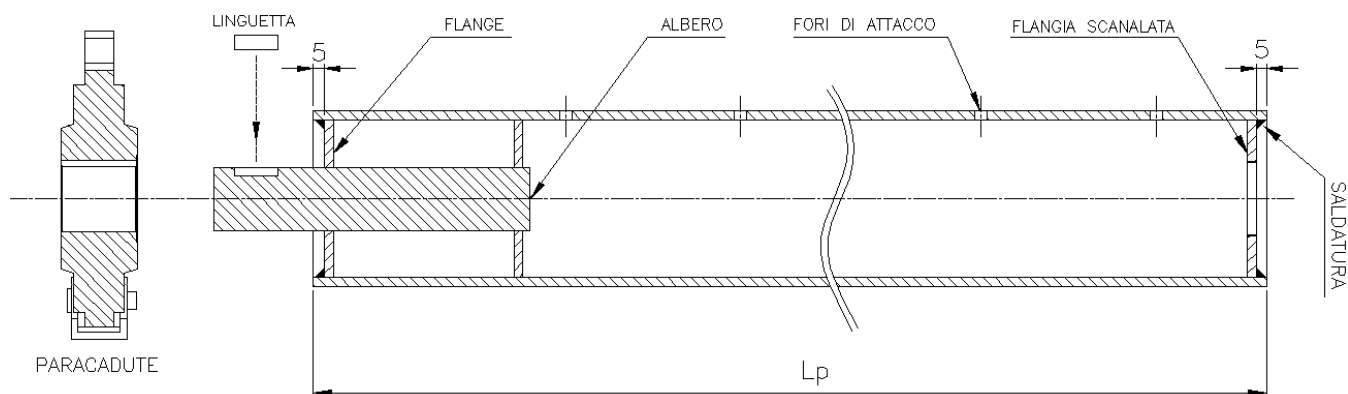

Fig. 2
After cutting the tube to the previously determined length, make the threaded holes on the axis necessary for affixing the shutter. Insert the flanged shaft inside the tube and proceed with the welding of the flange as shown in Figure 2 (parachute side); Insert the grooved flange on the motor side and weld the tube.
Après avoir coupé le tube à la longueur déterminée au préalable, réaliser les trous filetés sur l'axe nécessaire pour la fixation du volet. Insérer l'arbre à bride à l'intérieur du tube et procéder à la soudure de la bride comme le montre la figure 2 (côté antichute). Insérer la bride rainurée sur le côté moteur et la souder au tube.
ES- REGULACIÓN DEL FIN DE CARRERA Girar manualmente el pomo de fin de carrera (B) que se muestra en la fig. 2 hasta escuchar el clic del resorte del microinterrupor 1 (regulación de bajada efectuada). Esta operación debe realizarse con el cierre enrollable completamente cerrado. Dar tensión al motorreductor mediante el panel de mandos y comprobar si el cierre, al subir, se detiene en el punto deseado. Para ajustes de la posición, utilizar el mismo pomo, procediendo única y exclusivamente con los mandos eléctricos.